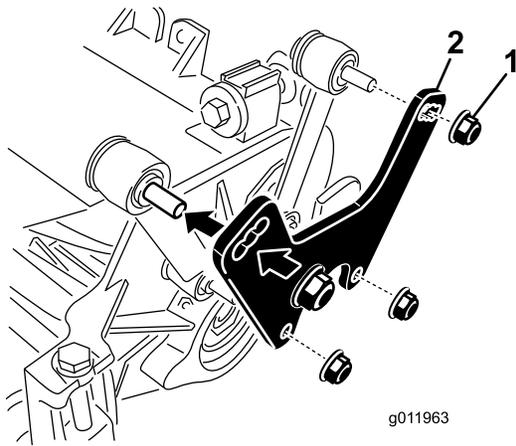

Bild 9
- Entfernen Sie die Muttern und Scheiben, mit denen die Hublenker an der Seitenplatte der Schneideinheit und dem Trägerrahmen befestigt sind (Bild 9).